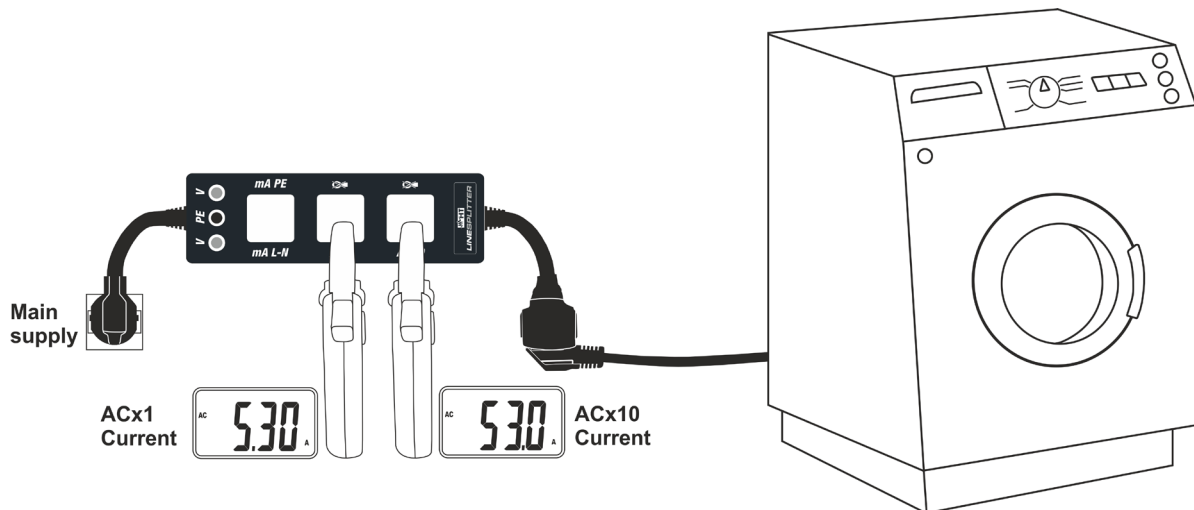

Abb. 2: Verwendung des Linesplitters für die Last-Strommessung
2. Lesen Sie in der Anzeige der Stromzange den angezeigten Messwert ab und teilen Sie diesen Messwert durch 10 sofern Sie den Messkreis X10 verwenden. (siehe Abb. 2)